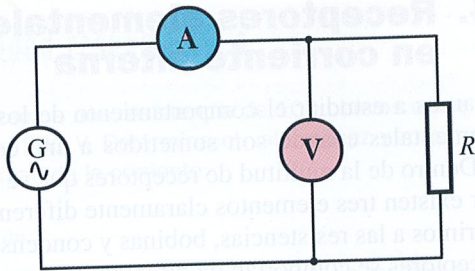

Figura 12.11.
**En corriente alterna:** una resistencia pura se comporta de forma similar en corriente alterna que en continua. En este caso también se cumple la ley de Ohm, pero ahora se aplica con los valores eficaces de la corriente y la tensión, que son los que indicarían un amperímetro y un voltímetro, respectivamente (Figura 12.11).